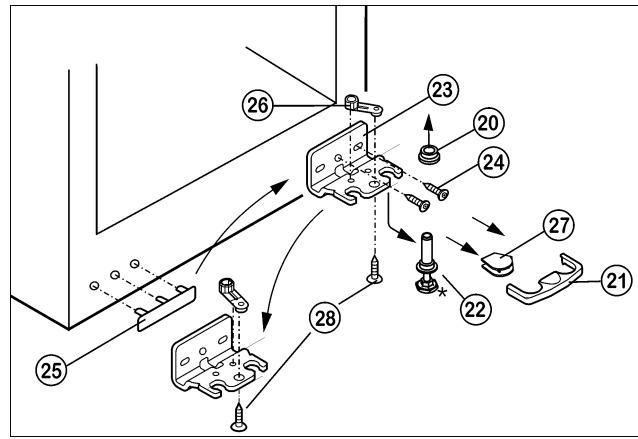

Fig. 9
- ▶ Drag bort säkringen Fig. 9 (21) framåt.
- ▶ Tag bort täckbrickan Fig. 9 (27).\*
- ▶ Skruva in justeringsfoten Fig. 9 (22) helt.
- ▶ Drag ur lagerbulten Fig. 9 (22) neråt och framåt. Var därvid noga med gångjärnsbussningen Fig. 9 (20).
- ▶ Skruva bort lagerbocken Fig. 9 (23)(2 x Torx 25) Fig. 9 (24).
- ▶ Skruva bort lagerdelen Fig. 9 (26)(1 x Torx 25) Fig. 9 (28) och flytta den till lagerbockens motstående hål, skruva fast den igen.
- ▶ Lyft täckbrickan Fig. 9 (25) på handtagssidan försiktigt och flytta den.
- ▶ Skruva fast lagerbocken Fig. 9 (23) igen på den nya gångjärnssidan med hjälp av en skruvdragare i det yttre avlånga och runda hålet.
- ▶ Sätt fast täckbrickan Fig. 9 (27) på motsatta sidan.\*
- ▶ Säkringen (21) skall gripa in i lagerbocken från sidan så att lagerbocken och därmed dörren är säkrad.
- ▶ Sätt på säkringen (21) på lagerbocken igen.
- ▶ Montera gångjärnsbussningen Fig. 9 (20).
- Sätt på dörren uppifrån på nedre lagerbulten *Fig. 9 (22)*.
- Rikta eventuellt in dörren i förhållande till skåpet med hjälp av de båda avlånga hålen i nedre lagerbocken *Fig. 9 (23)*. **För skåp med stängningsdämpare**, skruva eventuellt ur mittre skruven.